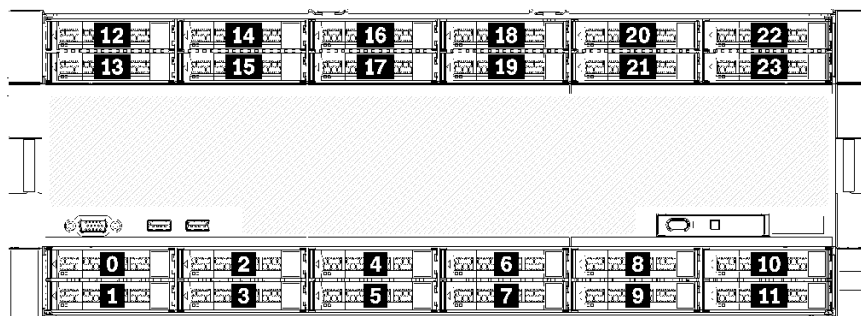

図 9. ドライブ・ベイの位置
- 上から 2 台のドライブでは SAS、SATA、または NVMe インターフェース・ドライブがサポートされています (Lenovo AnyBay)。このサーバーは、サーバー構成に応じて最大 12 台の NVMe ドライブをサポートできます。22 ページの 図 9「ドライブ・ベイの位置」に示されているように、NVMe 対応ドライブ・ベイは偶数のベイです。